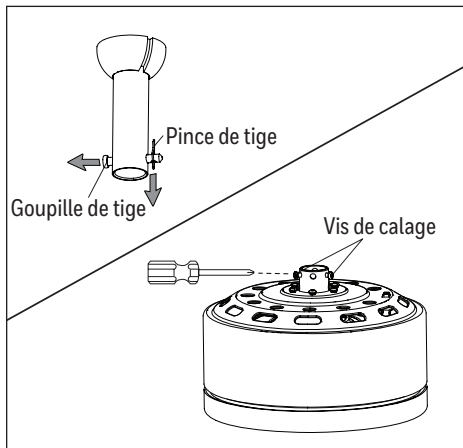

Figure 3.1
1. Retirez la pince de tige et la goupille de tige de la tige. Puis, desserrez partiellement les vis de calage du raccord situé dans la partie supérieure de l'ensemble moteur (Figure 3.1).